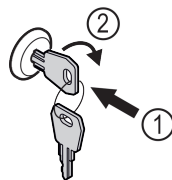

Fig. 150
- ▶ Paina avain lukkoon Fig. 150 (1).
- ▶ Kierrä avainta 90° myötäpäivään Fig. 150 (2).